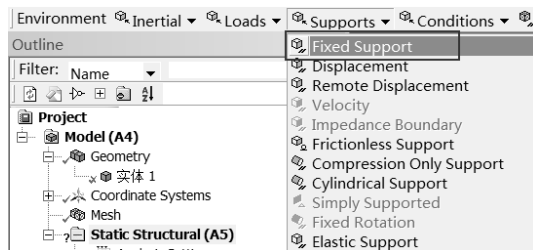

图 5-177 添加固定约束
Step2：选择 Environment 工具栏中的 Supports（约束） Fixed Support（固定约束）命令，此时在分析树中会出现 Fixed Support 选项，如图 5-177 所示。